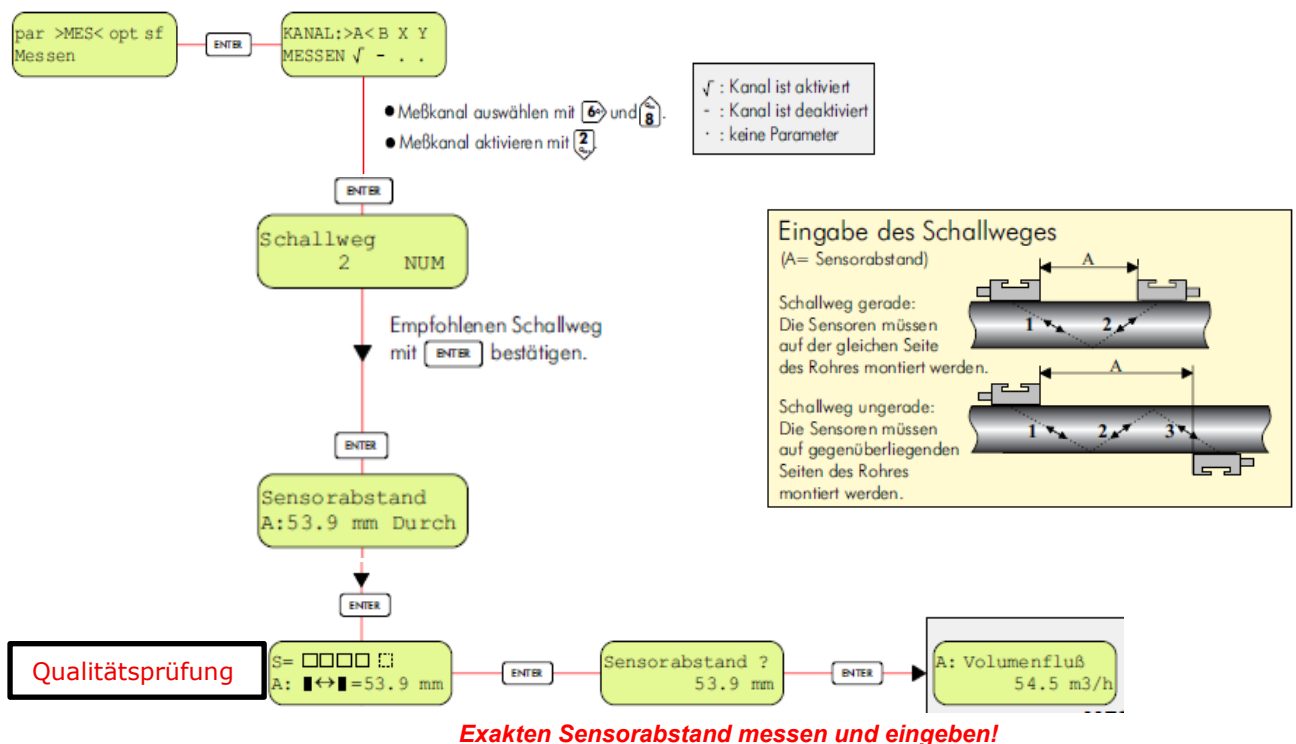

Abbildung 10: Menu Messung Optionen FLUXUS F601
- 5) Wenn alle Einstellungen der Parameter, Ausgabeoptionen und Sonderfunktionen durchgeführt wurden, kann zum Menu Messen navigiert werden (Abbildung 10). Kanal wählen und Montageart durch die Anzahl Schallwege eingeben. Danach wird der empfohlene Sensorabstand angezeigt. Bei einem negativen Sensorabstand bis zu -15 mm wird empfohlen die Sensoren mit Abstand 0 zu montieren und den effektiven Abstand der Sensoren einzugeben (Mit Schuhmontage 5 mm).